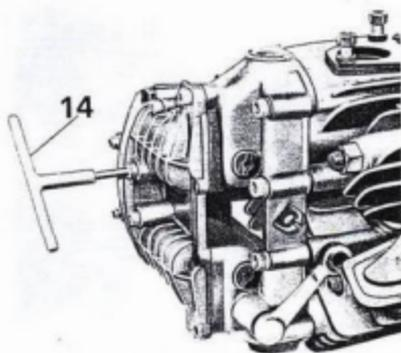

Abb. 16
- der Deckel über dem Kipphebelbock, durch Lösen der Inbusschrauben mit dem Spezialschlüssel Nr. 10913900 (14 aus Abb. 16);